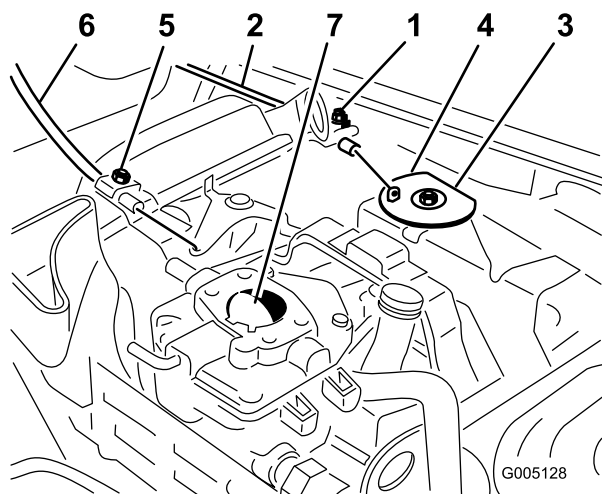

Figura 46
1. Afloje el tornillo de la abrazadera que fija el cable al motor (Figura 46).
3. Tire firmemente del cable del acelerador hasta que la parte trasera del pivote entre en contacto con el tope (Figura 46).
3. Tire firmemente del cable del estarter hasta que la palomilla esté cerrada del todo, luego apriete el tornillo de la abrazadera (Figura 46).